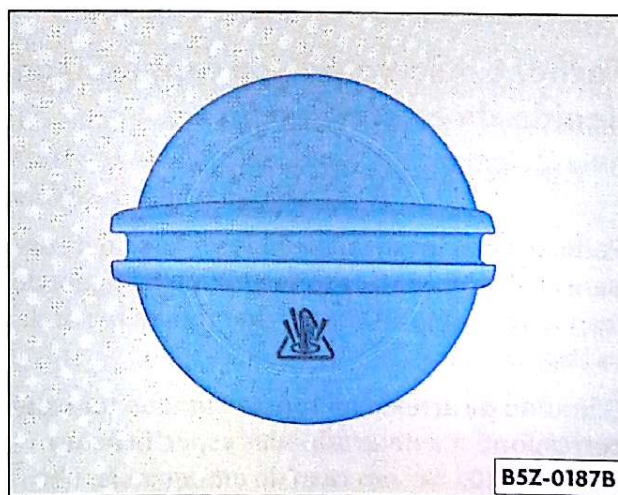

Fig. 111 No compartimento do motor: remover a tampa do reservatório do líquido de arrefecimento
- Cubra a tampa do reservatório de expansão do líquido de arrefecimento ⇒ Página 167, fig. 111 com um pano grosso e gire-a cuidadosamente para a esquerda ⇒